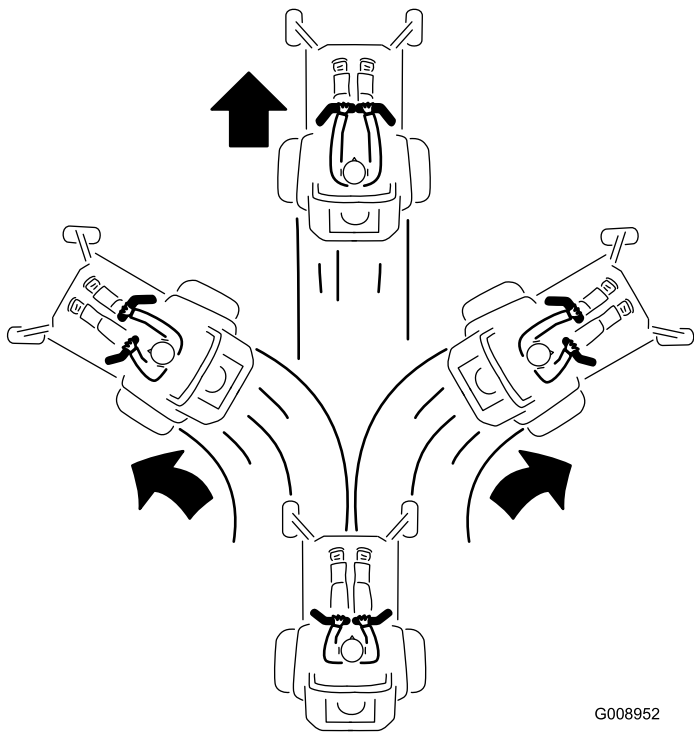

Bild 23
3. Drücken Sie die Fahrtriebshebel langsam nach vorne, um vorwärtszufahren (Bild 23).